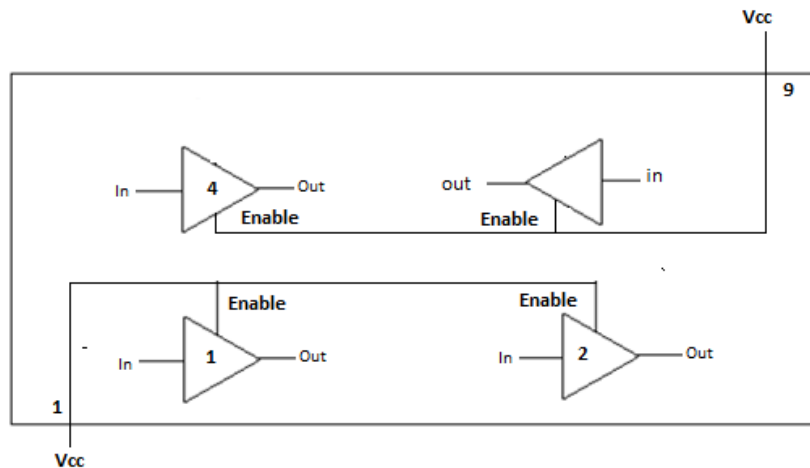

Figura 2.- Habilitación del driver L293D
- Su funcionamiento es muy simple y puede describirse de la siguiente manera los pin 1 y 9 habilitan los drivers 1-2, 3-4 respectivamente. Su habilitación es en nivel alto y es la razón de conectarlos a voltaje VCC = 5 volts, figura 2.